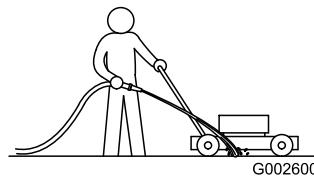

Figura 47
- Con el motor en marcha sobre una superficie plana pavimentada, dirija un chorro de agua hacia delante de la rueda trasera **derecha** (Figura 47).